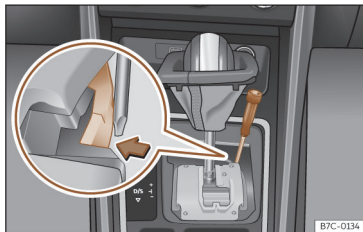

Fig. 95 Levier sélecteur : déverrouillage d'urgence en position de stationnement.
- En utilisant le côté plat d'un tournevis, appuyez latéralement sur la languette jaune et maintenez >>> **fig. 95**.